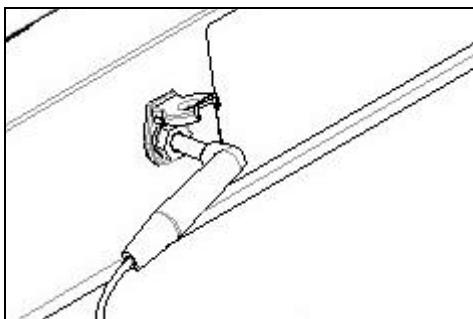

рис.20
*Штырь зонда необходимо вставить в специальное гнездо, обеспечив, чтобы рукоятка разъема зонда была расположена так, как показано на рис. 20, чтобы она не цеплялась металлической конструкцией закрывающейся двери.*